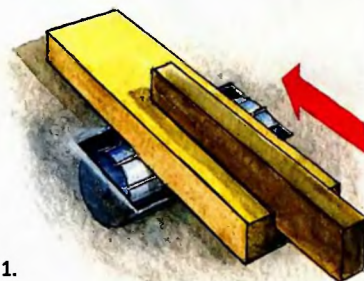
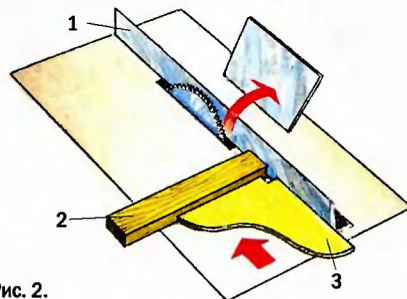

Рис. 1.
Рис. 2.
Рис. 2. Плиты будут держаться прочнее, если ставить их на раствор. Чтобы бетонное основание под ними к этому моменту приобрело достаточную прочность, укладывать его следует неделей раньше: 1 — гравий; 2 — песок; 3 — бетон; 4 — раствор; 5 — плиты покрытия.
Бетон приготавливают из цемента, песка и гравия (фракция 5-20 мм), вводимых в соотношении 1 : 2,5 : 3,5. Плиты кладут на раствор, нанесённый точно — под углы и центральную часть (рис. 2).
Остругивание на станке небольших дощечек — занятие опасное. Если станок снабжён прижимным приспособлением, надо работать с ним, проталкивая заготовку тонкой дощечкой. Если его нет, то для предохранения рук лучше пользоваться бруском с выступом (рис. 1).
Чистовое отпиливание торцов досок можно проводить как показано на рис. 2. Между направляющей линейкой 1 и пильным диском установите металлический лист толщиной 1–2 мм и закрепите направляющую, плотно прижав её к листу. Выньте лист, дощечку 2 с плашкой 3, у которой прямой угол строго выверен, ведите с небольшой скоростью, прижимая их к направляющей.
**Д**ля заборника потребуется круглый лесоматериал (25–30 см в отрубе), распускаемый на пилораме (рис. 1). Крупные брёвна распиливают на двухкантные брусья, получая при этом одну или две доски (рис. 2).